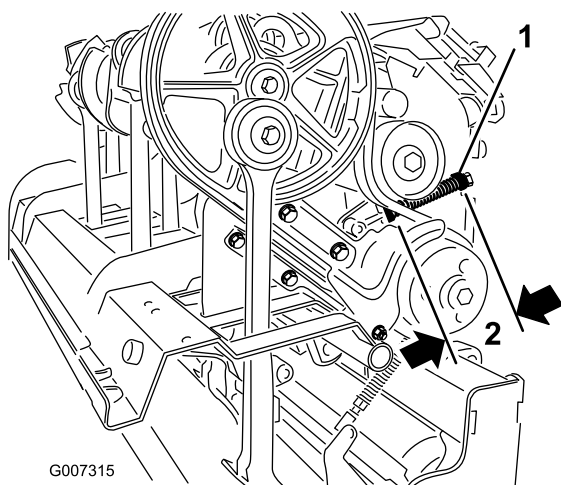

Рисунок 34
- C. Ослабьте контргайку крепления держателя пружины (Рисунок 34).
- D. Отрегулируйте держатель пружины так, чтобы получить требуемую длину сжатой пружины (Рисунок 34).